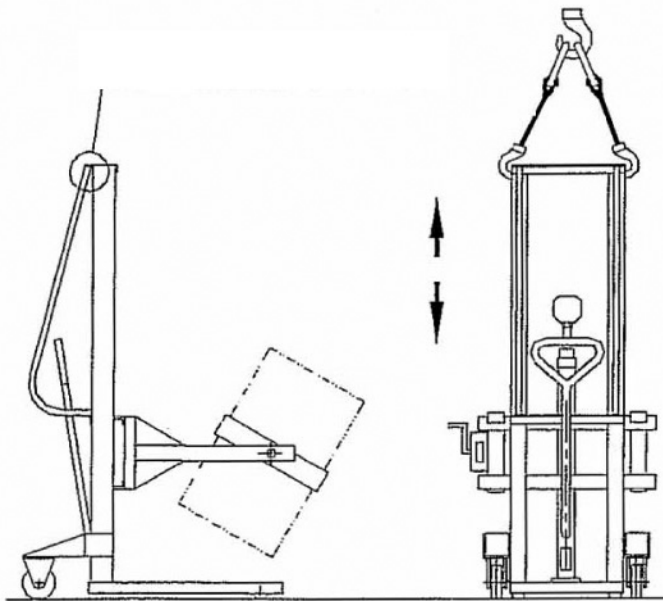

Fig. 3.1 Hefpunten van het toestel
- Overgaan tot het vasthaken van het toestel in de voorziene gaten in het bovenste deel van de stijl - Fig. 3.1 hefpunten van het toestel.